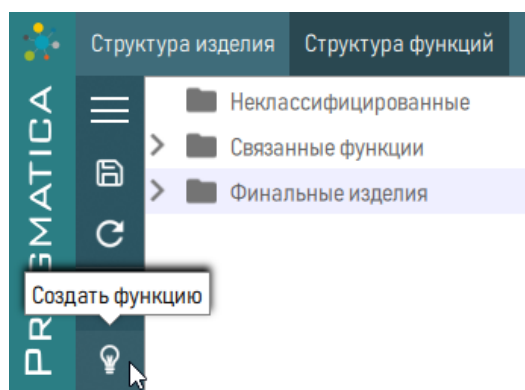

Рисунок 176 – Создание функции
- 3) Нажать кнопку  «Создать функцию», расположенную слева на панели (рисунок 176).